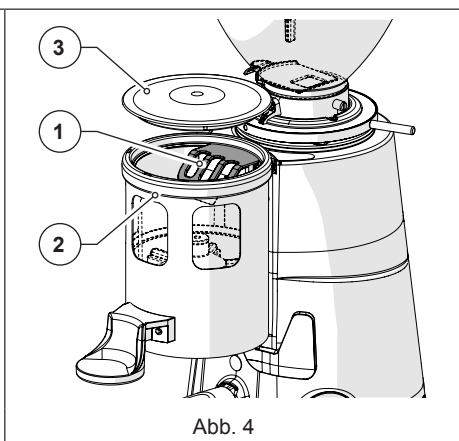

Abb. 4
- **Schutz des Kaffeeauslaufs bei Kaffemühlen mit Dosierer (Abb. 4)**